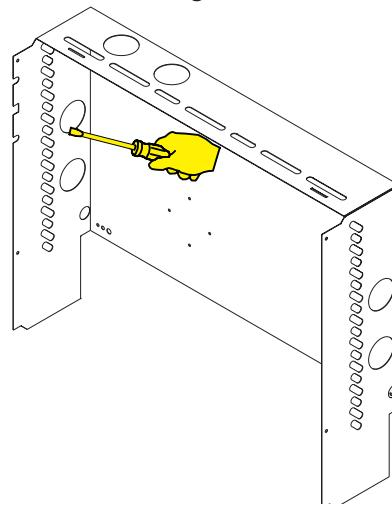

Figure 4
7. Déterminer la direction du tuyau de fumée (gauche, droite ou haut) et enlever la débouchure correspondante. Pour une installation en configuration à ventilation directe, enlever les deux débouchures. **Voir Figure 4.**